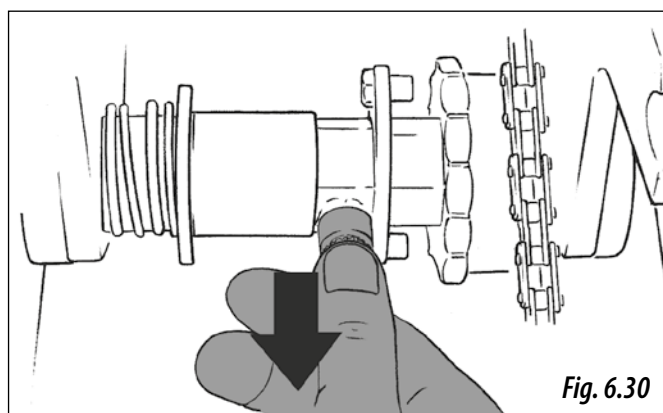

Fig. 6.30
- 1-** Trageți ușor de șurub spre înafară (Fig. 6.30), și ambreiajul va reveni în poziția de transmisie.